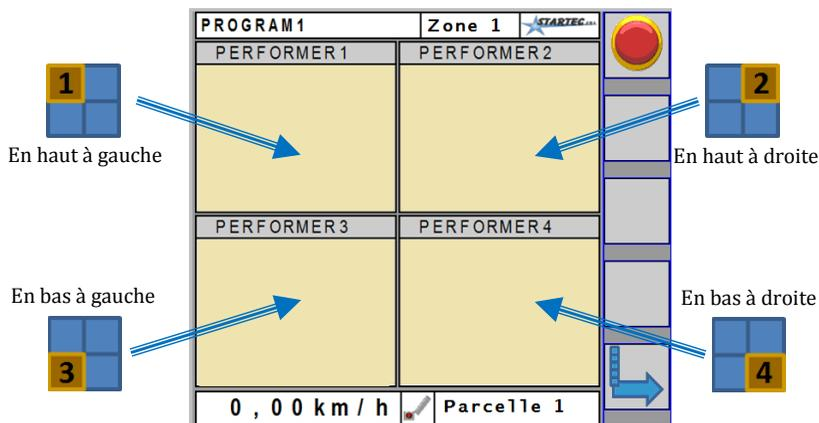

Figure 5: Données du Performer dans la Page opérationnelle
- *FIGURE 5: DONNEES DU PERFORMER DANS LA PAGE OPERATIONNELLE*13
Les cases de sélection à côté des noms Performer 1 .. 4 se réfèrent à l'habilitation pour l'utilisation d'un Performer spécifique, dont les données seront utilisées dans la position représentée en Figure 5.